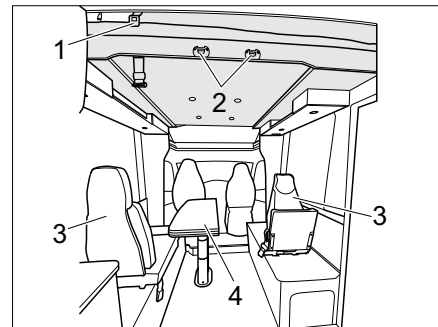

Fig. 166 Letto basculante elettrico (variante 3)
- Agganciare la scaletta di accesso al letto basculante con i due archetti incorporati nelle graffe (Fig. 166,2).
- Spostare verso il basso il tavolo ribaltabile e abbassabile a 2 gambe (Fig. 166,4) (vedi capitolo 7.8.8).
- Smontare e stivare 2 sedili singoli (Fig. 166,3).